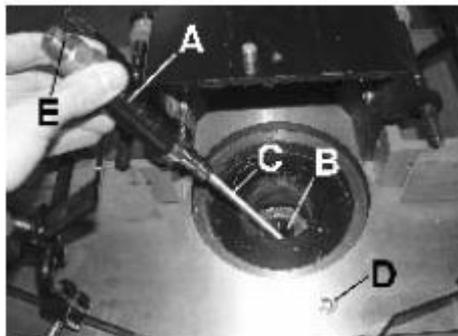
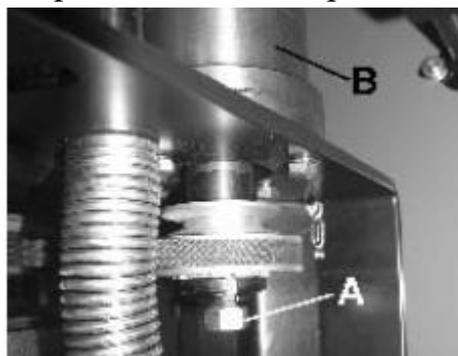

Рис. 12 Замена шпинделя
Рис. 13 Демонтаж шпинделя
Шпиндель (А) устанавливается в отверстие (В) (Рис. 12) в верхней части
корпуса шпинделя и удерживается с помощью сцепного стержня (С) и гайки соединительного стержня (D) под корпусом шпинделя (В) (Рис. 13). Для того чтобы заменить шпиндель выполните следующее.
Открутите шпиндель, разместите ключ в точке (Е) (Рис. 12) в верхней части шпинделя. Другой ключ разместите на гайке соединительного стержня (А) (Рис. 13). Открутите гайку соединительного стержня на несколько оборотов, пока на конце не будет видно резьбы. Слегка ударьте по соединительному стержню в направлении вверх с помощью деревянного блока.